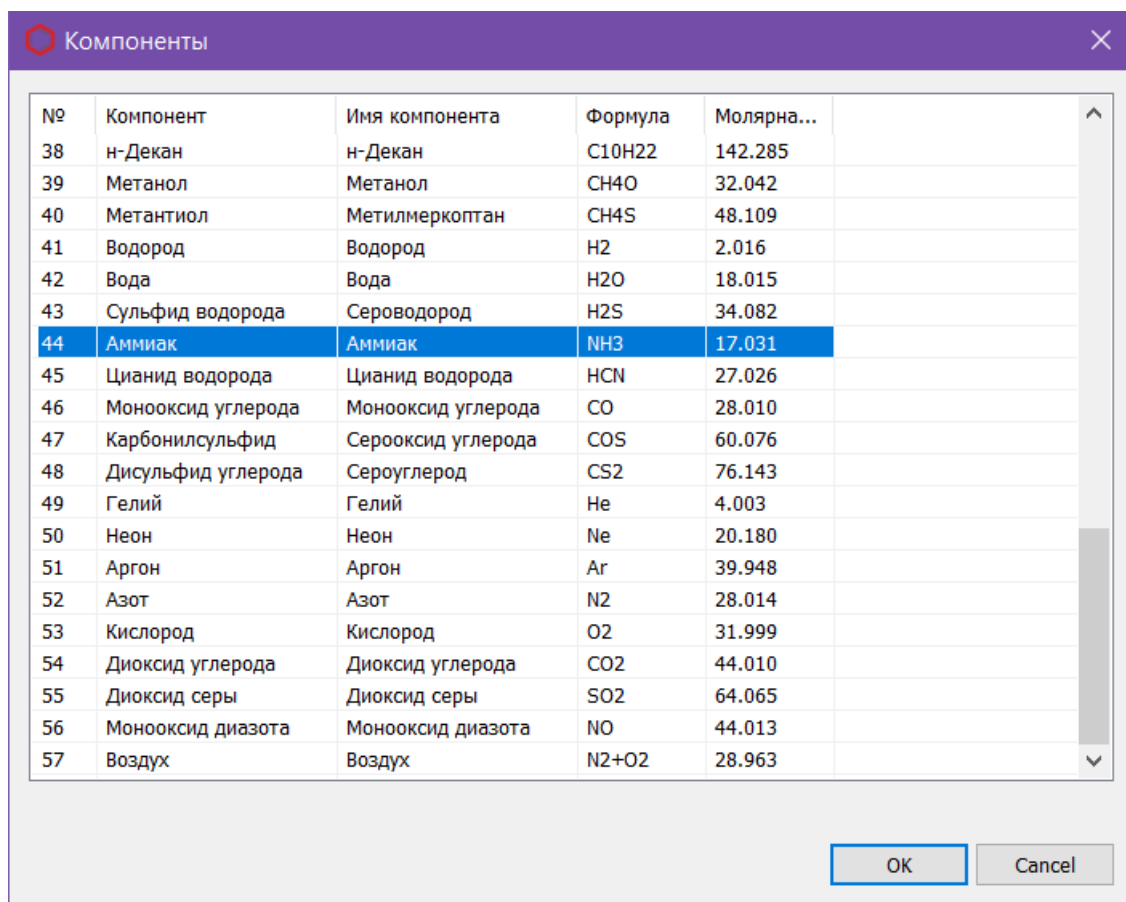

Рис. 6. Окно «Компоненты»
1. В основном окне нажмите **Компоненты**. Откроется окно *Компоненты* (Рис. 6).